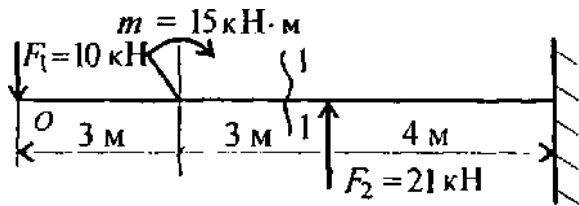

Рис. 1
5. Определите поперечную силу и изгибающий момент в сечении 1-1 (рис.1). Расстояние сечения от свободного конца балки 5 м.